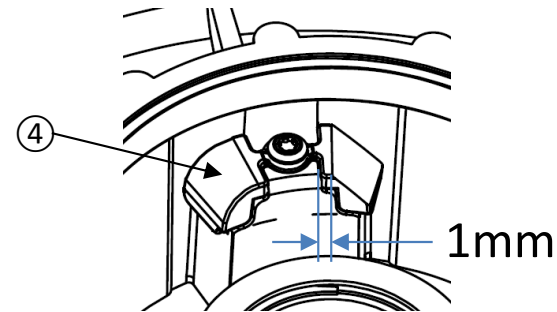

Figure 24
- Si les patins de came ④ sont usés jusqu'à environ 1 mm avant d'entrer en contact avec le support du patin de came, ils doivent être remplacés (figure 24).